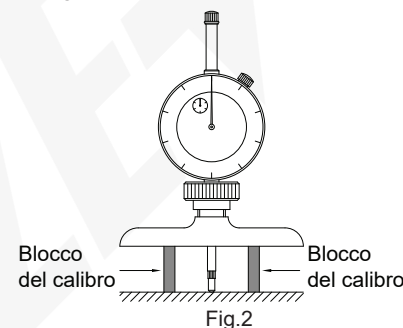

Fig.2
---Eseguire la calibrazione con l'utensile di calibrazione o con due blocchetti di calibro della stessa dimensione (Fig. 2), fare in modo che la lancetta lunga punti lo zero regolando la posizione verticale dell'indicatore o ruotando la ghiera, misurare più volte per assicurarsi che l'azzeramento sia corretto.